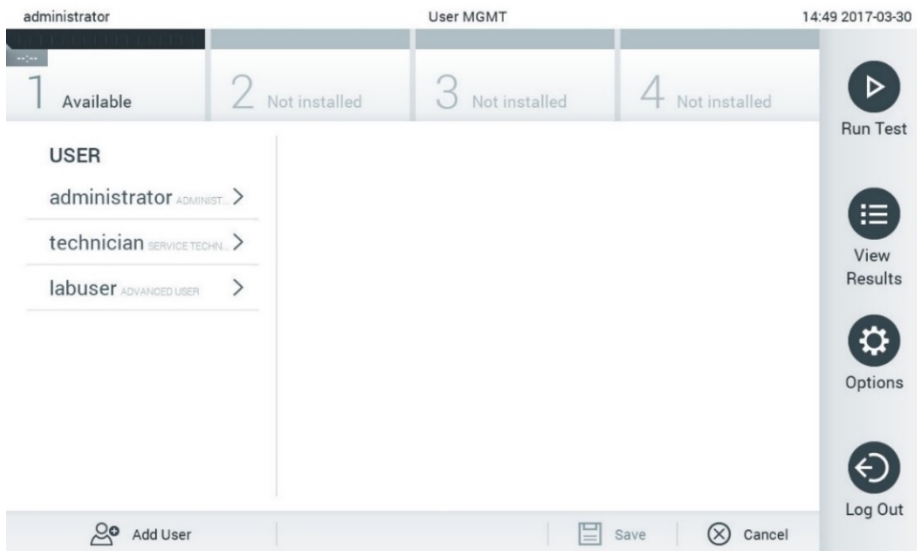

図 59.ユーザー管理画面。
- Options（オプション）ボタン、次に User Management（ユーザー管理）ボタンを押して、ユーザーを設定します。ディスプレイのコンテンツエリアに User Management（ユーザー管理）画面が表示されます（図 59）。